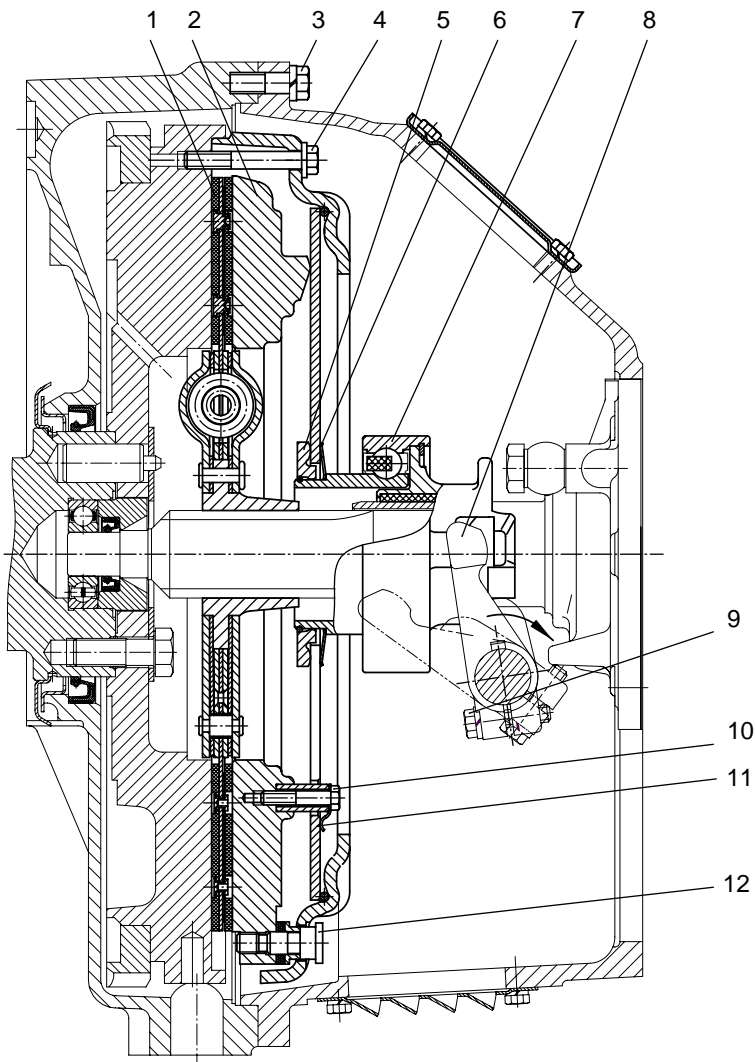
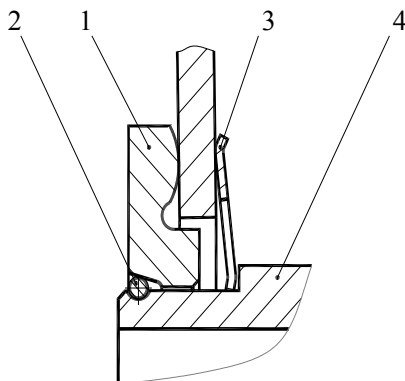

Рис. 17. Сцепление:
Рис. 19. Установка муфты
Диафрагменное сцепление (рис. 17) состоит из ведущих и ведомых частей, а также механизма выключения.
Механизм выключения сцепления состоит из муфты с подшипником 7 (см. рис. 17) и вилки 8 с валом, на шлицевой конец которого устанавливается рычаг. Муфта выключения сцепления соединяется с диафрагменной пружиной с помощью запорного устройства (рис. 19). При работе муфта центрируется по направляющей крышки заднего подшипника первичного вала коробки передач и удерживается от поворота боковыми поверхностями вилки.
Выключение сцепления осуществляется поворотом вала по часовой стрелке (см. рис. 17).
1. Установить муфту на нажимной комплект (корзину) в соответствии с рис. 19.